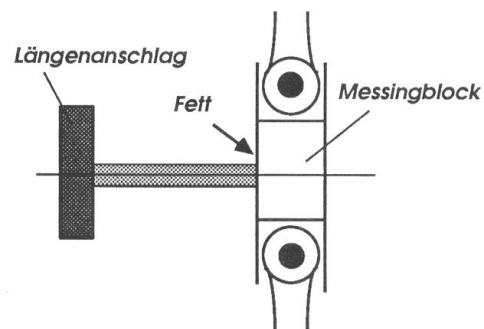

Fig. 10.05
- Mettez un peu de graisse entre la tige de la butée de longueur et le bloc en laiton tournant de la tête du couteau (Fig. 10.05) (Blaser Swiss Lube Art.-No. 00492-01 EP-Universal Graisse)